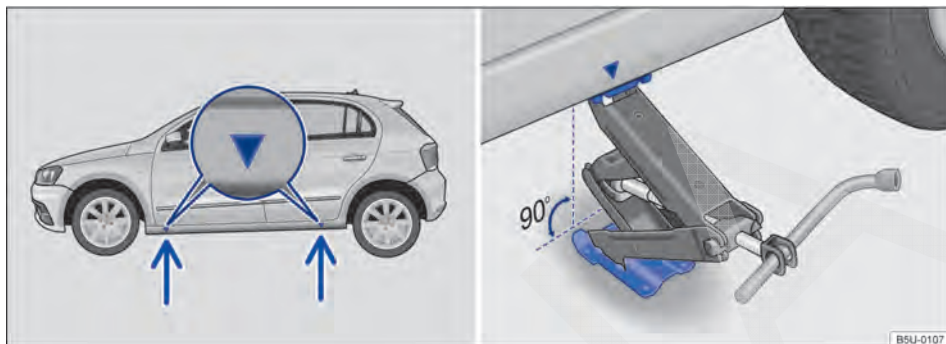
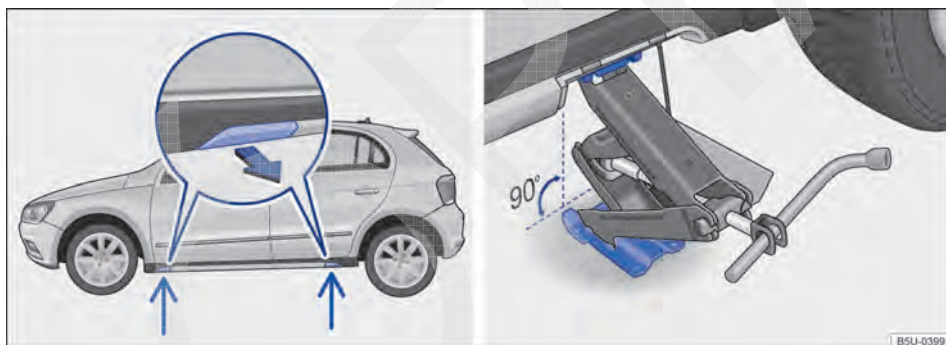

Fig. 140 Pontos de apoio do macaco e macaco posicionado no lado esquerdo traseiro do veículo.
Fig. 141 Pontos de apoio do macaco e macaco posicionado no lado esquerdo traseiro do veículo - veículos com soleiras externas (Novo Gol Track).
A figura → Fig. 140 e → Fig. 141 ilustram, como exemplo, os pontos de recepção do macaco do modelo Novo Gol 4 portas. O modelo Novo Gol 2 portas segue o mesmo conceito.
O macaco somente pode ser posicionado nos pontos de apoio indicados (marcação na carroceria) → Fig. 140 e → Fig. 141. É válido o ponto de apoio localizado próximo à roda correspondente → ⚠.
7. Procurar sob o veículo o ponto de apoio do macaco → Fig. 140 e → Fig. 141, mais próximo da roda a ser trocada.
10. Garantir que a base do macaco, com toda sua superfície, esteja sobre o chão e que a base se encontre perpendicularmente abaixo do ponto de colocação → Fig. 140 e → Fig. 141.
11. Alinhar o macaco e, simultaneamente, levantar a garra do macaco até ela se encaixar na travessa abaixo do veículo → Fig. 140 e → Fig. 141.
- Posicionar o macaco somente nos pontos indicados. A garra do macaco deve se encaixar no perfil da longarina de forma segura → Fig. 140 e → Fig. 141.